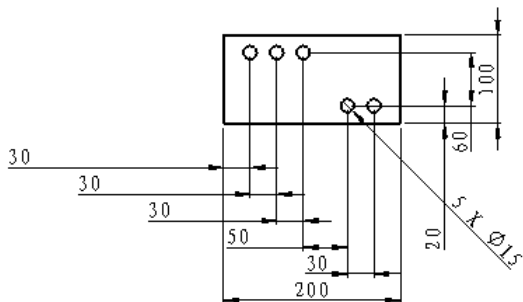

图 6.3.6 以链的方式标注尺寸
- ☑ **链** 选项: 选取该选项, 以链的方式标注水平尺寸, 如图 6.3.6 所示。